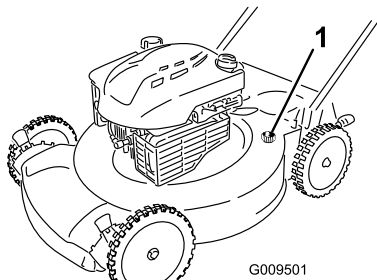

Figura 30
4. Introduzca una manguera de jardín conectada a un grifo en el orificio de lavado de la carcasa del cortacésped (Figura 30).